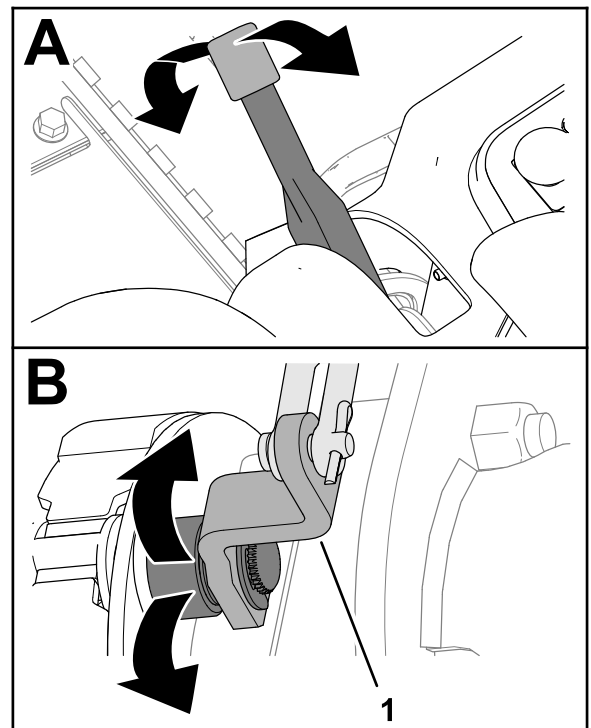

図 71
2. 駐車ブレーキのレバーを何度か操作して、ブレーキカムのレバーが自由に動くことを確認する 図 71。